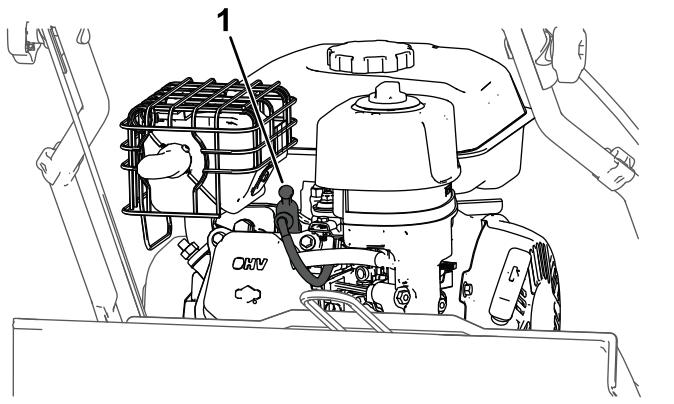

Figura 17
- Desligue o fio da vela da ignição da vela da ignição (Figura 17).